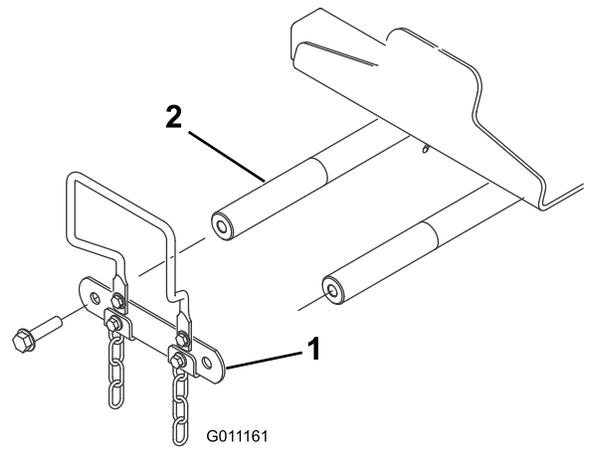

图13
1. 卸下将提升臂枢轴连杆固定至提升臂枢轴的 2 个螺栓卸下并保留枢轴连杆和螺栓图13。